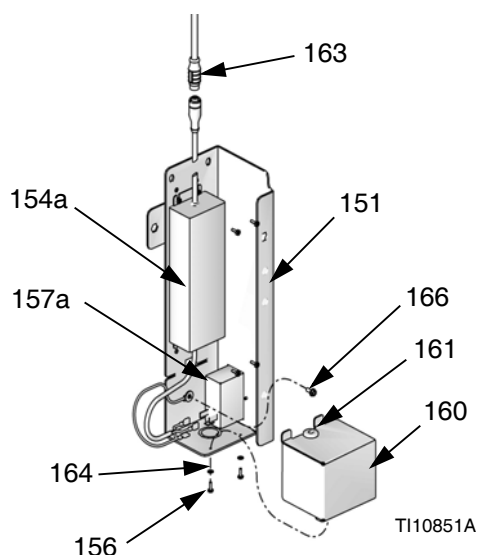

FIG. 39
- Montez le module d'entrée d'alimentation (157a) et l'alimentation électrique en 100-240 V CA (154a) sur le support de montage (151).
- Installez le câble de sortie de l'alimentation électrique sur le câble CAN (509). Consultez la FIG. 39.
- Raccordez le câble marron sur la ligne (L).
- Raccordez le câble bleu sur le neutre (N).
- Passez la vis de mise à la terre (166) dans la cosse à anneau du câble de mise à la terre de l'alimentation en tire-bouchon (vert) et attachez sur la protection de l'alimentation électrique (151).
- Installez le plateau capot (160), les vis (156) et les rondelles (164).